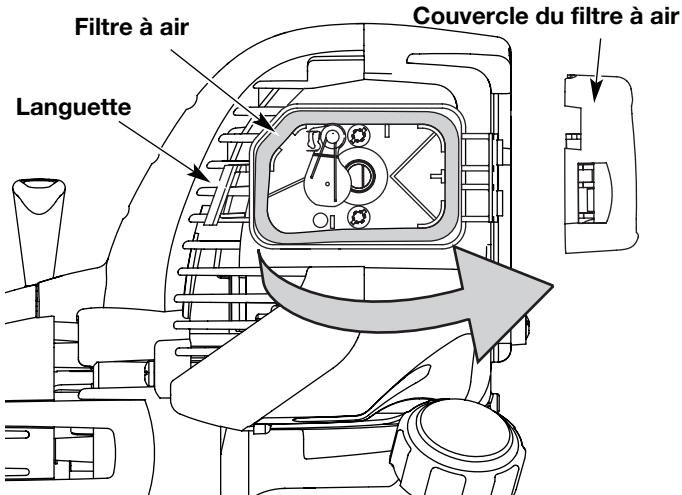

Fig. 28
- Ouvrez le couvercle du filtre à air. Enfoncez la languette à gauche du couvercle, tirez celui-ci vers vous puis vers la droite (Fig. 28).
- Retirez le filtre à air (Fig. 28).